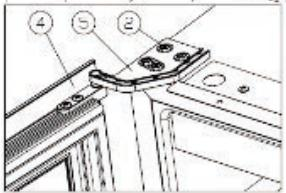

Imagen 6
- Gire la puerta ④ 180 grados y coloque la bisagra inferior derecha ⑤, atornille con fuerza los 16 tornillos M5 ⑤. [Imagen 6] Ya ha finalizado la inversión de la puerta.